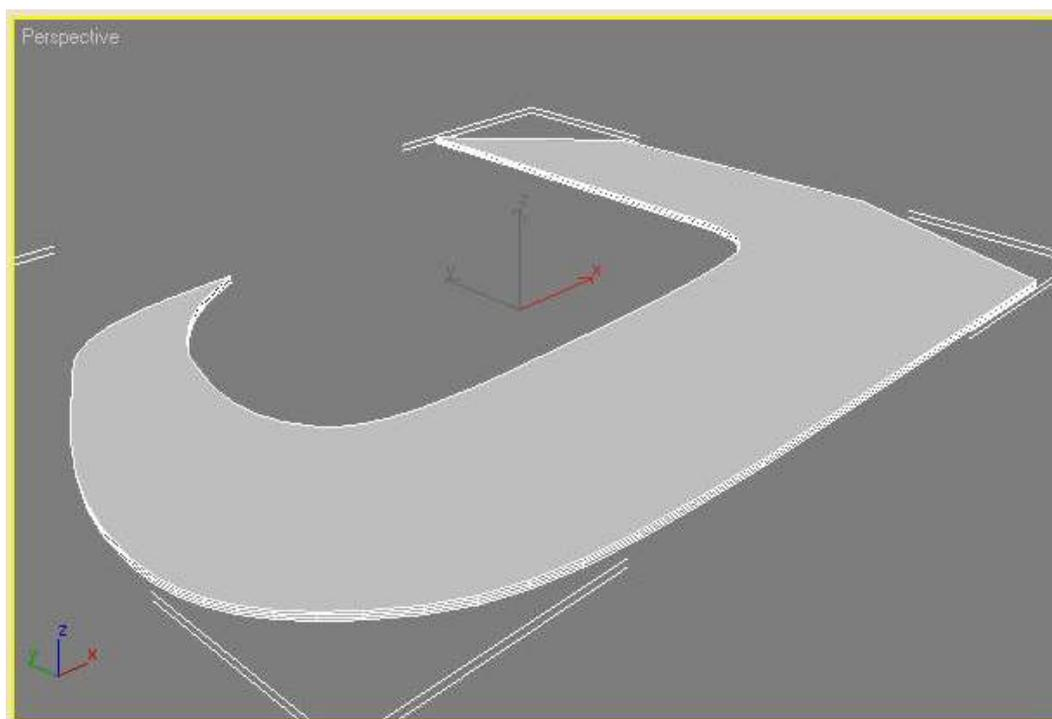

Рис.11 – Вид объекта после выполнения операции выдавливания
3. Теперь необходимо выполнить операцию **Extrude (Выдавливание)**. После использования одноименного модификатора будет создана трехмерная поверхность с сечением созданного сплайна. Выделите объект в окне проекции, перейдите на вкладку **Modify (Изменение)** командной панели, раскройте список **Modifier List (Список модификаторов)** и выберите в нем модификатор **Extrude (Выдавливание)**. В настройках модификатора укажите следующие значения параметров: **Amount (Величина)** — 4,5, **Segments (Количество сегментов)** — 3. Установите переключатель **Output (Результат)** в положение **Mesh (Поверхность)**. Чтобы объект стал сплошным, в области **Capping (Настройки замкнутой поверхности)** установите флажки **Cap Start (Замкнутая поверхность в начале)** и **Cap End (Замкнутая поверхность в конце)**. После этого объект примет вид, показанный на рис. 11.